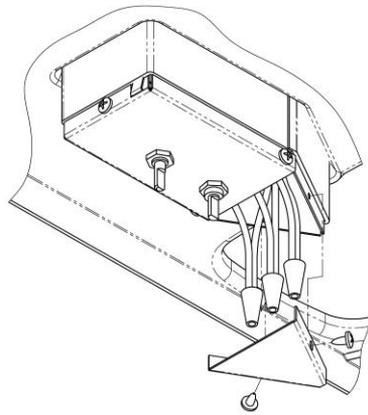

Figure 10
- D. Raccordez le fil d'alimentation noir à la queue de cochon noire, le fil d'alimentation blanc à la queue de cochon blanche et le fil de mise à la masse d'alimentation à la queue de cochon verte située dans la boîte de raccordement avec les 3 marettes fournies. Fixez les marettes aux fils de façon professionnelle avec du ruban isolant homologué U.L. (voir Figure 10).
- E. Enfoncez les fils d'alimentation et les marettes dans la boîte de raccordement en évitant de pincer les fils, fixez la boîte de raccordement avec les deux vis fournies (voir Figure 10).